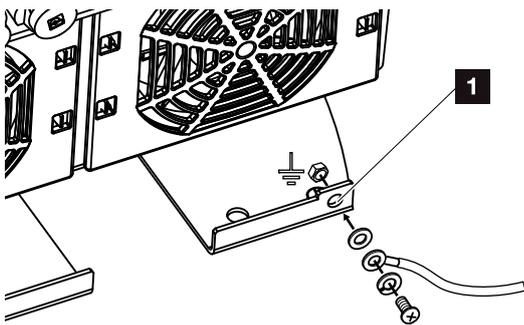

Fig. 23: Conexión PE específica del país exterior
10. En países en los que se prescribe una segunda conexión PE, esta debe conectarse en el punto marcado de la carcasa (exterior). **Fig. 23, pos. 1**